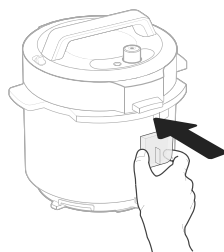

Figura 10.6
3. Sostituire il collettore di condensa. [Figura 10.6]